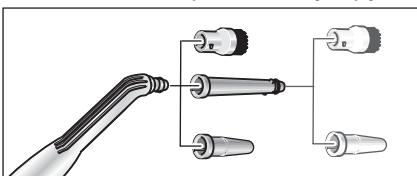

Рис. 6: насадки для сопла точкового струменя
- Для підвищення ефективності процесу очищення при роботі з соплом точкового струменя (D1) його можна використовувати з подовжувачем (D2), круглою щіткою (D3) або силовим соплом (D4) (див. рис. 6). Для цього зафіксуйте обидві віямки насадки на виступах сопла точкового струменя. Поверніть насадку за годинниковою стрілкою до упору.